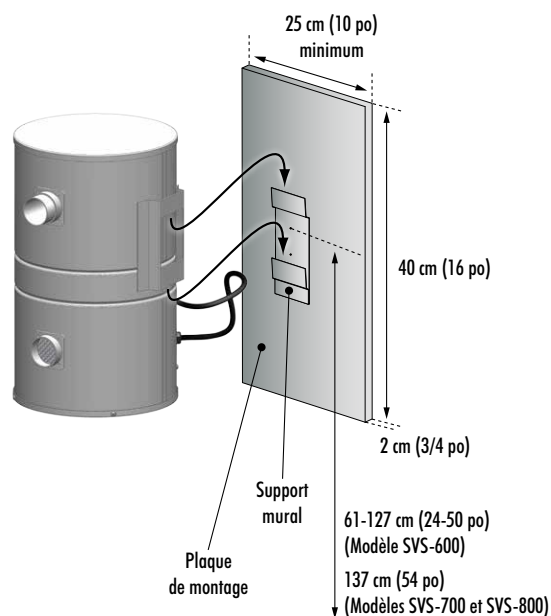

Fig.1 Le support de montage est le même pour tous les modèles.
- Modèles à filtre autonettoyant (SVS-700, SVS-800) :** Il est recommandé d'installer le support mural à environ 137 cm (54 po) du sol (voir Fig. 1), de façon à ce que la cuve soit facilement accessible.
- Placez l'aspirateur sur le support de montage (voir Fig. 1).